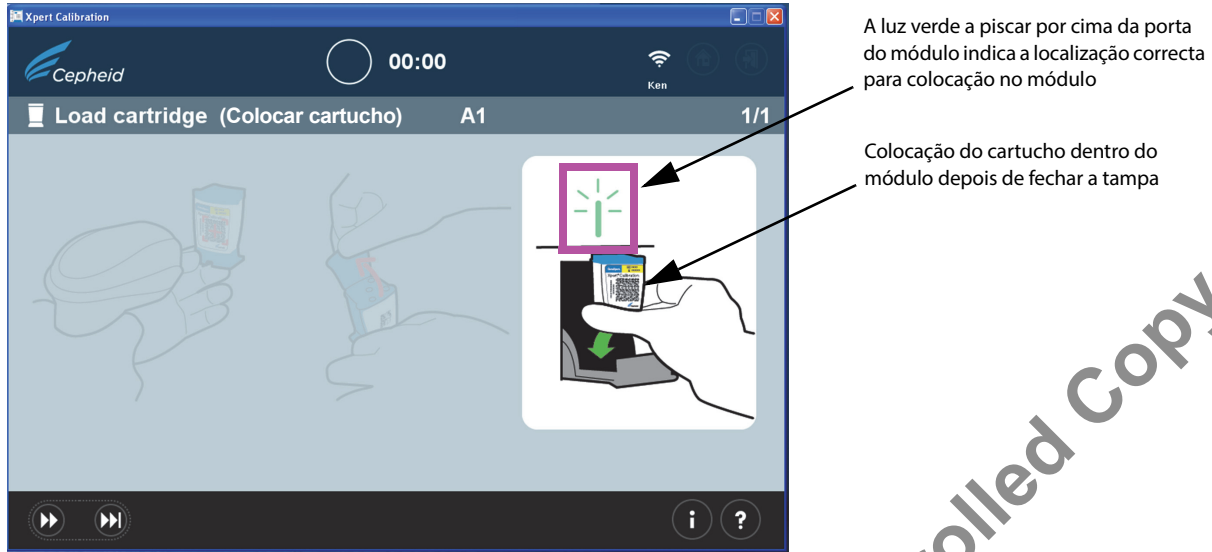

Figura 15. Colocar o cartucho dentro do módulo
- d. Coloque o cartucho dentro do módulo (com o tubo de reacção do cartucho afastado de si), conforme indicado pelos ecrãs de software. Consulte Figura 15.